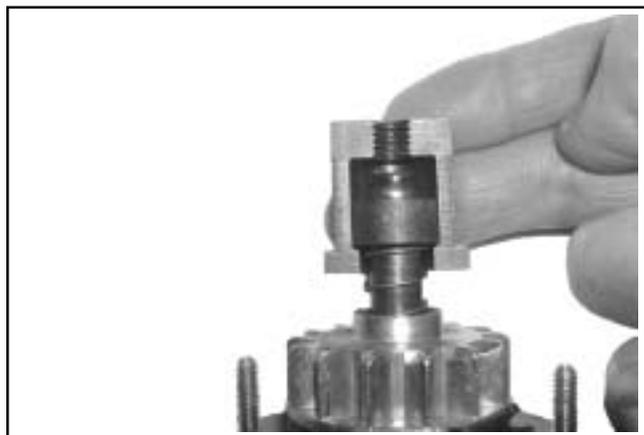

Figura 7-15. Montaggio della metà interna grande intorno allo scodellino della molla.
5. Montare le metà interne con la cavità grande intorno allo scodellino della molla (vedere Figura 7-15). Infilare il collare su di esse ed avvitare la vite centrale finché non si avverte una certa resistenza.